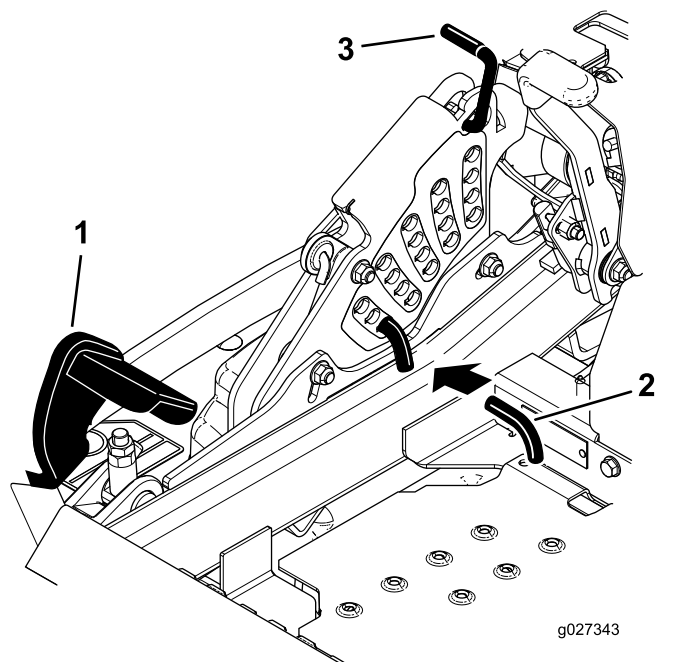

Figure 104
5. Enfoncez la pédale de levage du tablier de coupe au maximum pour verrouiller le tablier à la position transport de 14 cm (5,5 po) (Figure 104).